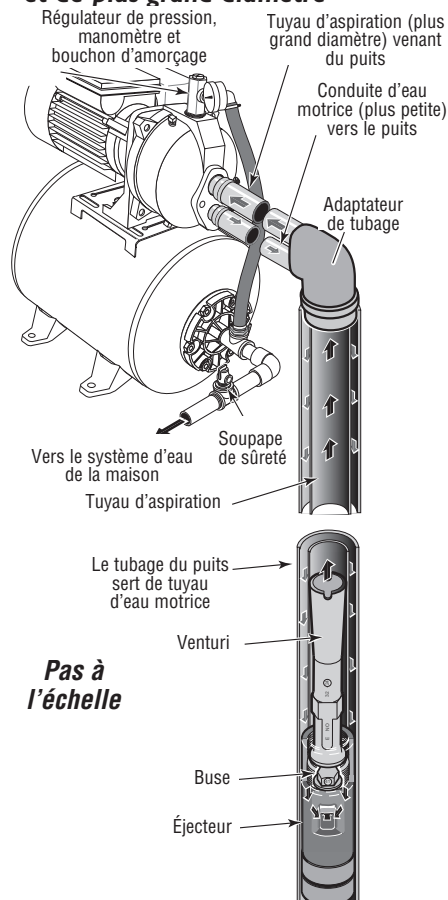

Figure 10 : Puits profond de 2 pouces (à un seul tuyau)
Puits de 2 pouces (Figure 10)
- 3 ° Poser le nécessaire d'éjecteur. La tuyauterie du puits et l'adaptateur de la tête du puits conformément aux instructions fournies avec l'éjecteur. Voir la Figure 10. Utiliser un tuyau de descente galvanisé muni de raccords usinés pour assurer un débit adéquat. Suivre les instructions fournies avec le nécessaire de façon à assortir la buse et le venturi aux conditions du puits.